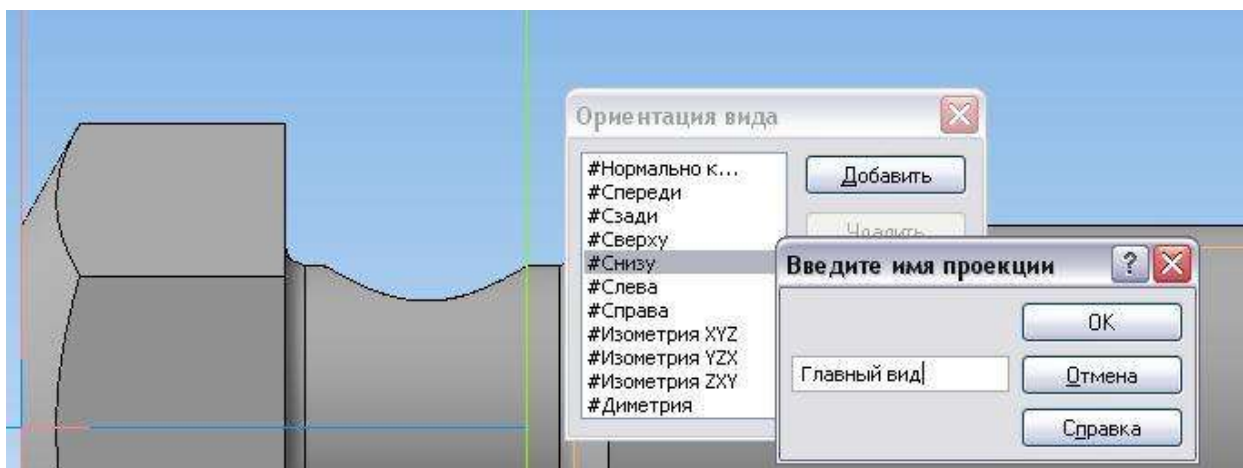

Рисунок 7.126 – *Добавление ориентации*
11) Ориентацию детали *Вид снизу* добавить как *Главный вид* (рисунок 7.126):